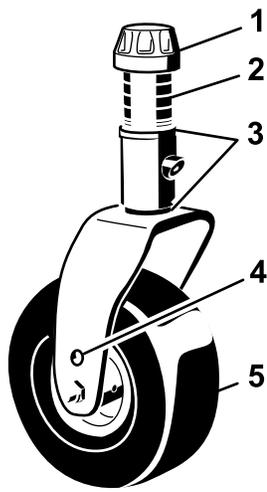

Figure 141
- Enlevez le chapeau de tension de l'axe de pivot et sortez l'axe du bras pivotant (Figure 141).
Retirez le chapeau de tension et la chape pivotante (Figure 141).